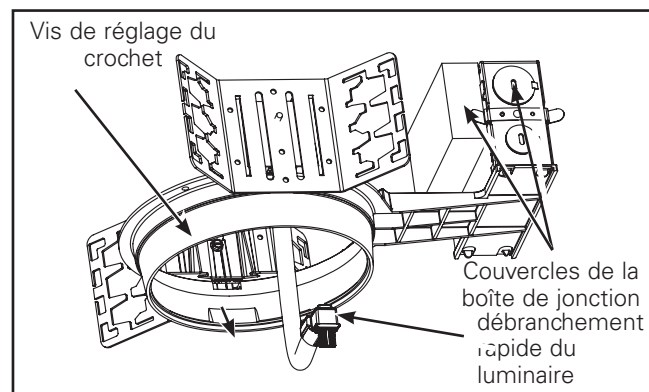
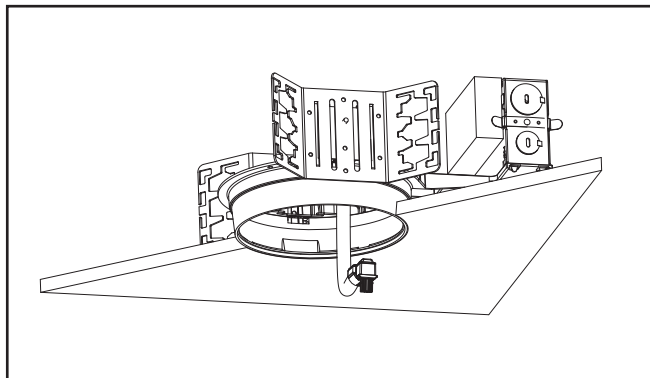

Figure 1.
Figure 2.
1. Vis de réglage du crochet : Ajustez les vis de réglage du crochet (Figure 1) de façon à ce que le bas de l'anneau à plâtre affleure la surface du plafond fini. (Figure 2) Le support de suspension est réversible pour permettre un ajustement complet de 12,7 cm (5 po).
- Insérez l'extrémité de la conduite flexible dans l'ouverture de la structure d'ouverture du plafond exposant la partie supérieure de la prise de débranchement rapide (Figure 2).